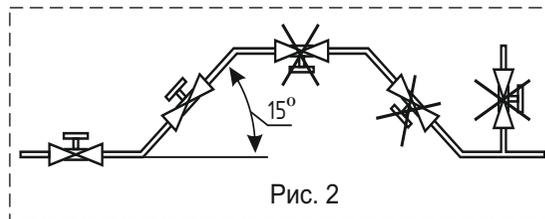

Рис. 2
4.2.6 Произведите монтаж клапана на трубопровод, в соответствии с рекомендацией по расположению клапана на трубопроводе (рис.2).